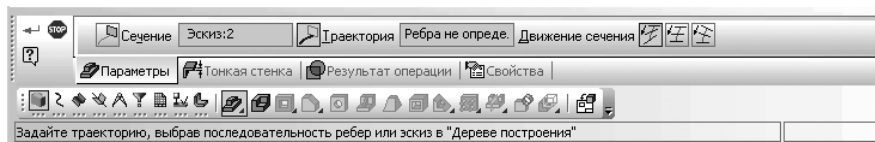

Рис. 2.114. Фрагмент главного окна системы: **Панель свойств: Кинематическая операция, Компактная панель и Строка сообщений**
- щелкните по первой кнопке в панели инструментов – в правой части **Компактной панели** – по первой кнопке **Операции ...** и, не отпуская ее, переместите указатель курсора с нажатой левой кнопкой по появившейся дополнительной (расширенной) панели и остановитесь на кнопке – **Кинематическая операция**. Отпустите нажатую левую кнопку мыши. Система перейдет в режим выполнения **Кинематической операции**. Появится соответствующая **Панель свойств: Кинематическая операция**, показанная на рис. 2.114. В окне сообщений появится подсказка: **Укажите эскиз для образующего сечения**;
- щелкните по первой кнопке в панели инструментов – в правой части **Компактной панели** – по кнопке **Операции...** и, не отпуская ее, переместите указатель курсора с нажатой левой кнопкой по появившейся дополнительной (расширенной) панели и остановитесь на кнопке  – **Кинематическая операция**. Отпустите нажатую левую кнопку мыши. Система перейдет в режим выполнения **Кинематической операции**. Появится соответствующая **Панель свойств: Кинематическая операция** (см. рис. 2.114). В окне сообщений появится подсказка: **Укажите эскиз для образующего сечения**;